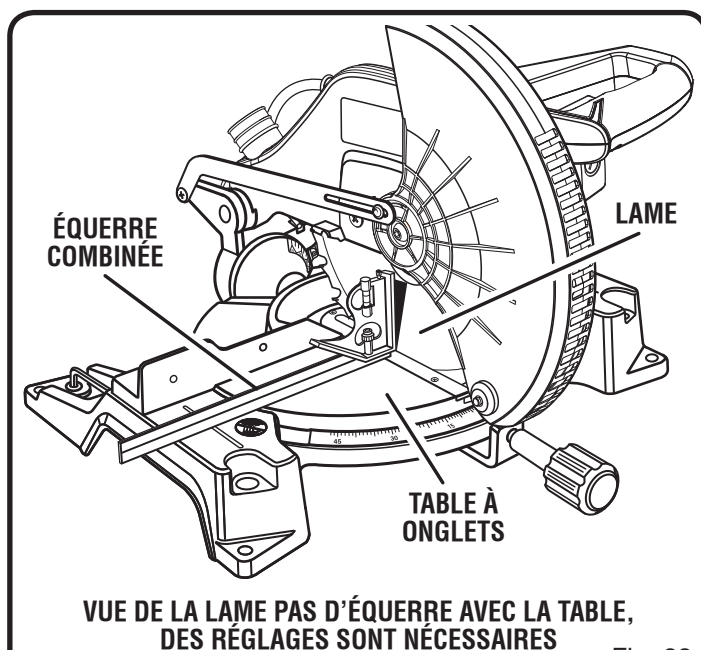

Fig. 23
- Si le haut ou le bas de la lame s'écarte de l'équerre, des réglages, illustrés aux figures 23 et 24, sont nécessaires.